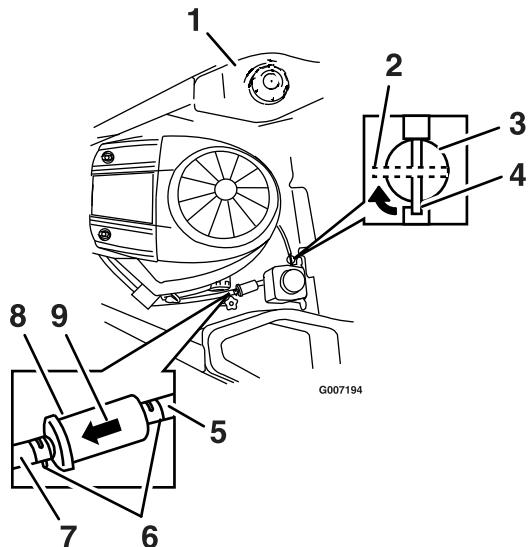

Figura 37
5. Apriete los extremos de las abrazaderas y deslícelas por el tubo alejándolas del filtro (Figura 37).
7. Instale un filtro nuevo – la flecha que indica el sentido de flujo debe apuntar hacia el motor. Acerque las abrazaderas al filtro (Figura 37) para sujetar éste.